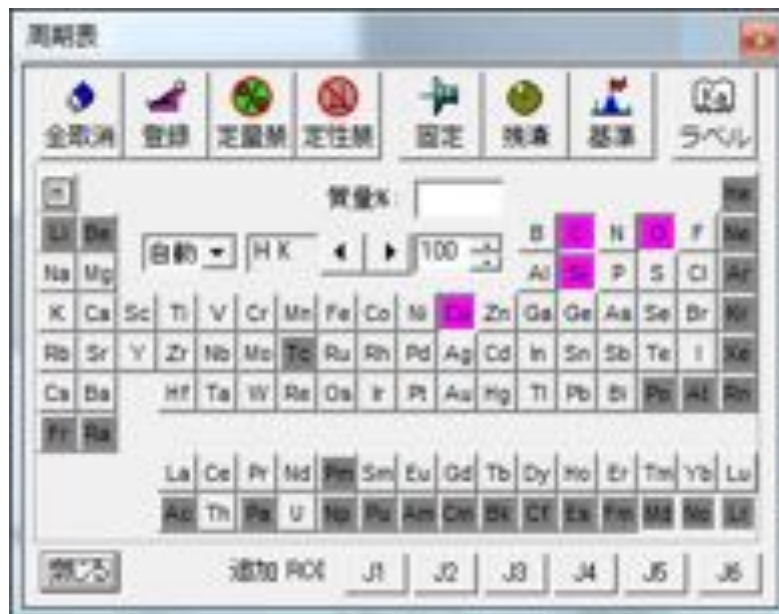

図17 周期表
3. 周期表ボタンをクリックし、定量分析したい元素記号をクリックし、表示をピンクにする(図17)。